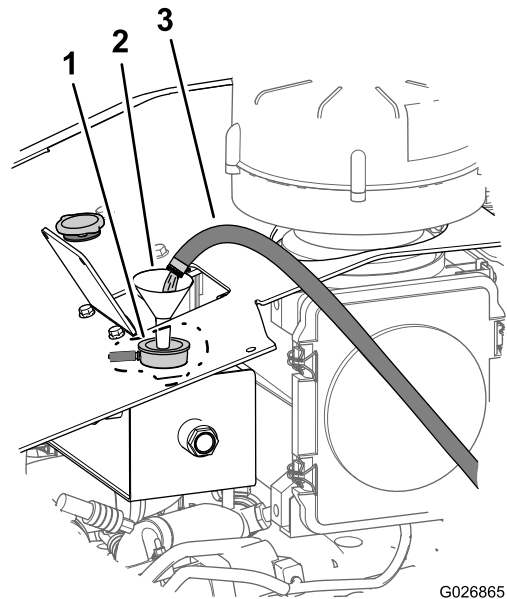

Figura 104
- A. Encha o sistema de arrefecimento com água limpa (Figura 104).